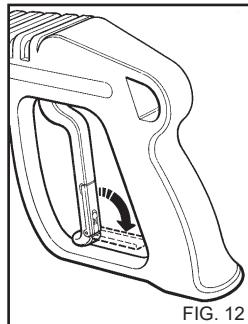

FIG. 12
- Wenn der Hochdruckreiniger nicht benutzt wird, die Sicherheitsvorrichtung am Griff schließen (Fig.12).